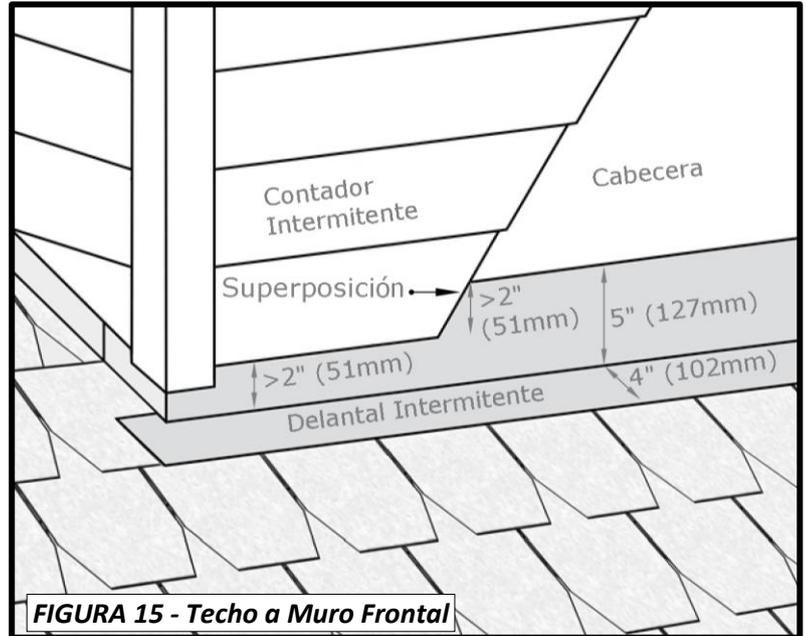

FIGURA 15 - Techo a Muro Frontal
- Aplica otra hilera de tejas sobre el tapajunta delantal y córtelo para esconder el metal. Sella las tejas cortadas usando sellantes y adhesivos aprobados en la **Tabla 1**. Mira a la **Figura 15**.